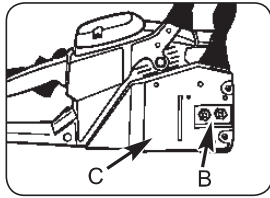

Fig. 3C
2. Desserrez les deux écrous (B) immobilisant le guide-chaîne. Enlevez le couvercle (C) du frein de chaîne (Fig. 3C).